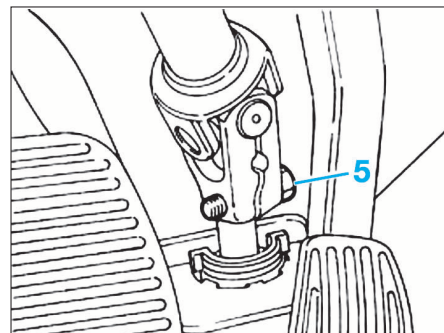

FIG. 6
- Dévisser la vis (5) du cardan fixant la colonne de direction au boîtier de direction (Fig.6).
- A l'intérieur de l'habitacle, dévisser la vis du cardan entre la colonne et le boîtier de direction (Fig.6).